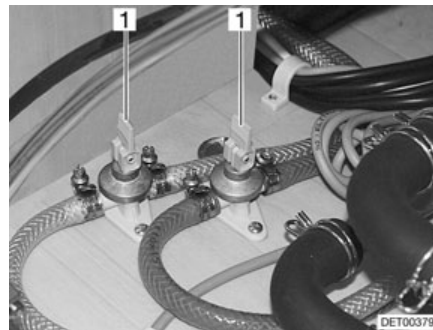

Fig. 136 Llaves de desagüe
- Cerrar las llaves de desagüe. Colocar para ello los balancines (Fig. 136,1) en posición horizontal.
- Abrir las llaves de desagüe (Fig. 136). Colocar para ello los balancines (Fig. 136,1) en posición vertical. La caldera se vacía hacia fuera a través de las llaves de desagüe.